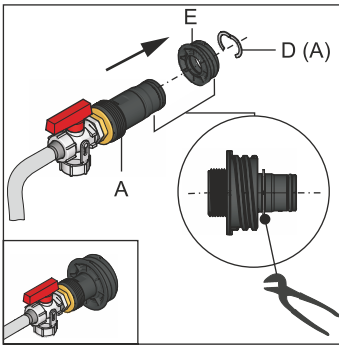

Bild 19-3 KFE-Befüllanschluss komplettieren
- 1 KFE-Befüllanschluss in Gewindestück (Bild 19-3, Pos. E) einstecken und mit Klemmstück (Bild 19-3, Pos. D) sichern.